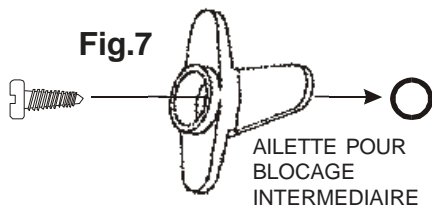

Fig.7
- Fixer (avec les vis spécialement prévues) les blocs intermédiaires en ayant soin de permettre la rotation de l'ailette de blocage (voir fig. 7).